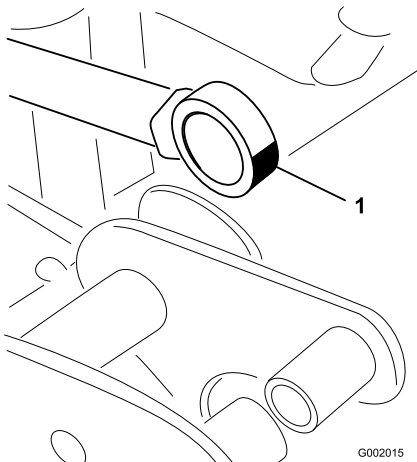

Figure 37
- Manipulez le côté roulement de la tige d'actionneur et appliquez de la graisse dans le roulement (Figure 37). Essayez tout excès de graisse.